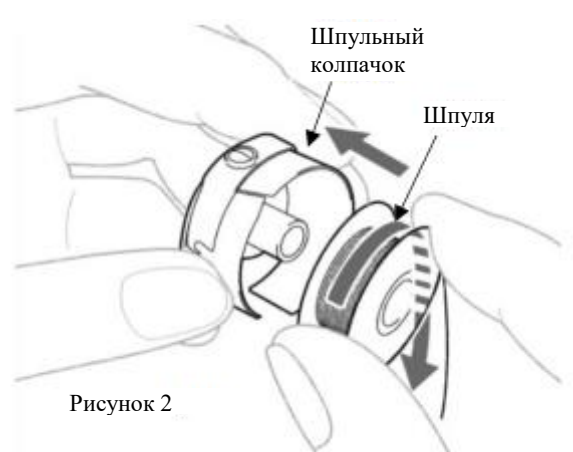

Рисунок 2
1. Держите шпулю так, чтобы нить была направлена по часовой стрелке. Смотрите рисунок 2.